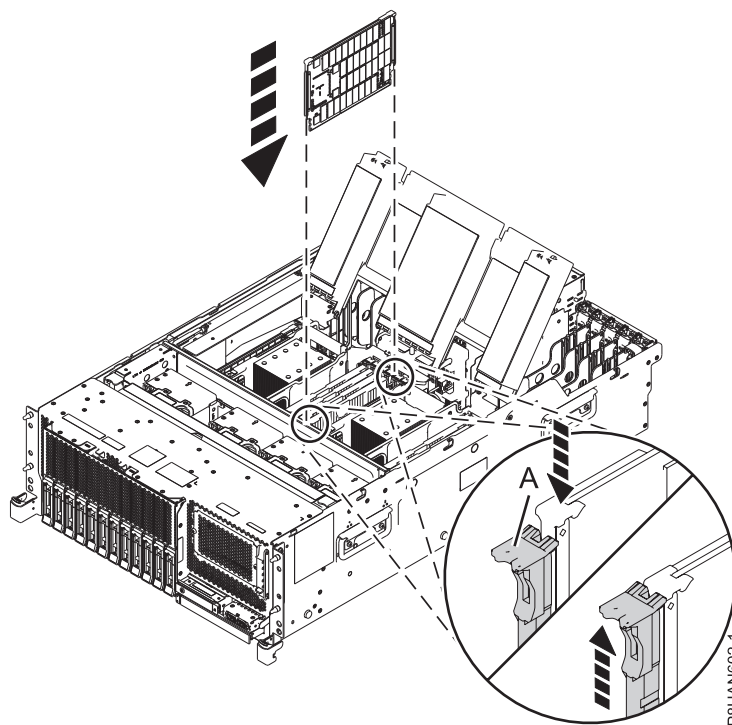

Figura 3. Instal·lació o substitució d'un mòdul de memòria al sistema 8247-42L, 8286-41A o 8286-42A
5. Pressioneu el mòdul de memòria amb fermesa a la ranura fins que la pestanya de bloqueig (A) quedi fixada al seu lloc. Consulteu Figura 3 a la pàgina 6.